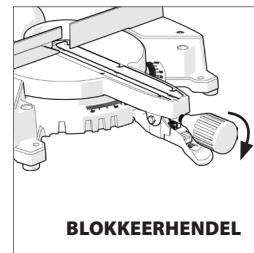

Fig. 3b
- Draai de blokkeerhendel van de verstekplaat rechtsom vast en trek de hendel daarna in het blokkeermechanisme. (**Fig. 3b**)